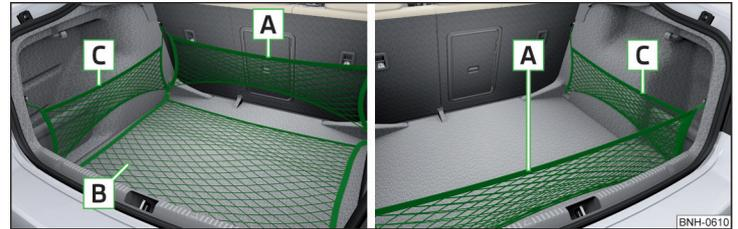
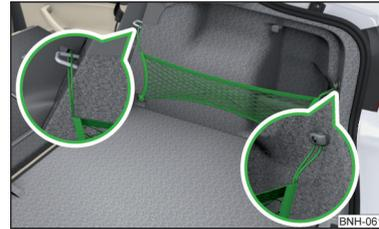

Fig. 101 Ejemplos de fijación para redes
Fig. 102
**Ejemplo de fijación para las redes » fig. 101 y » fig. 102**